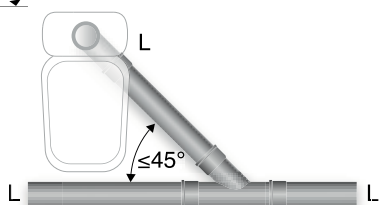

Fig. 17
Se fig. 17.
- Spillvattenledning från WC-stol ska anslutas till liggande samlingsledning (L) med grenrör $\alpha \leq 45^\circ$. Se fig. 17.